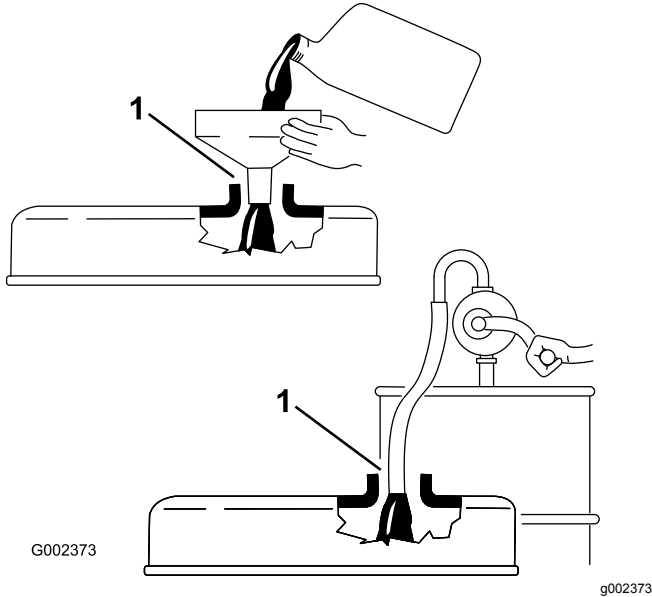

Figura 43
**Importante:** Al añadir o reponer aceite de motor, debe haber un espacio entre el dispositivo de llenado de aceite y el cuello de llenado de aceite de la tapa de las válvulas, según se muestra en Figura 43. Este espacio es necesario para permitir la ventilación al añadir aceite.